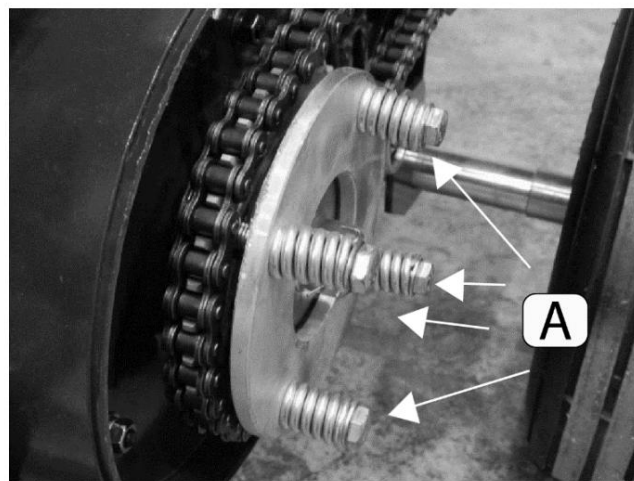

Figura 41 Partea stângă jos a preseii de balotat sub acoperire
Pickup-ul preseii este echipat cu un mecanism de protecție a ambreiajului. Când componentele pickup-ului întâmpină rezistență excesivă, ambreiajul va aluneca pentru a preveni deteriorarea. Arcurile de tensionare ale ambreiajului (Figura 41, A) aplică presiune pentru a rezista la alunecare și trebuie tensionate corespunzător. Ele sunt setate în mod normal la tensiunea corectă din fabrică, cu lungimea arcului la aproximativ un (1) inch (27 mm). Acestea ar trebui ajustate la această lungime dacă ambreiajul începe să aluneca în timpul utilizării normale. Cu toate acestea, de fiecare dată când ambreiajul alunecă, discurile de frecare din interiorul ambreiajului se uzează. Discurile trebuie înlocuite dacă sunt uzate.